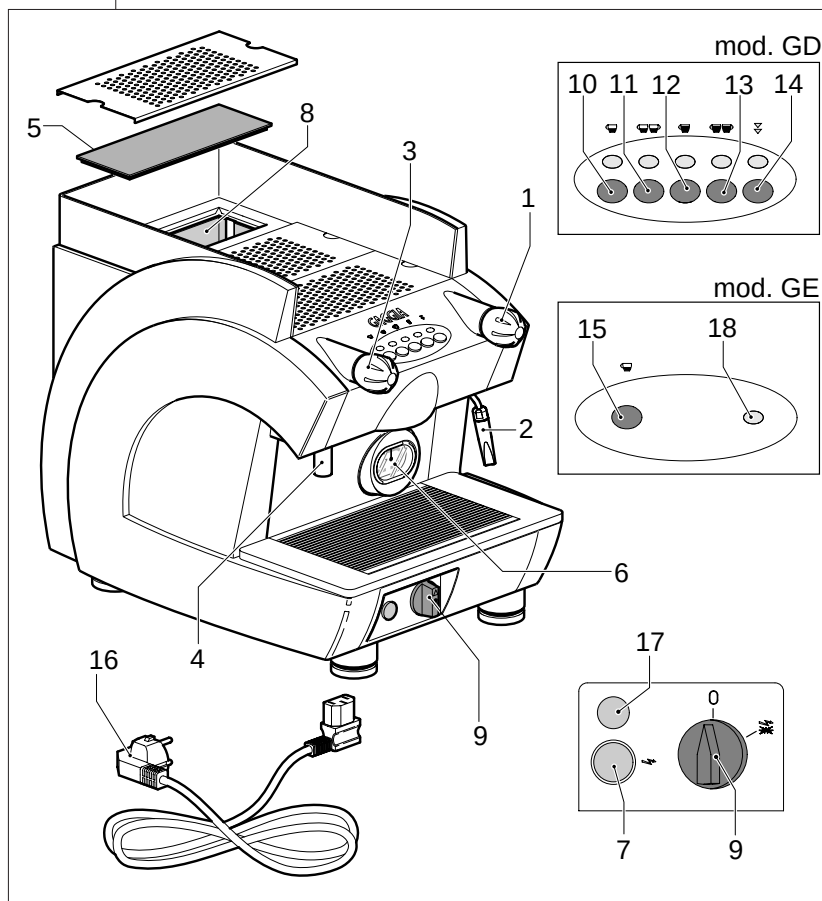

Fig. 6.01
N.B. En cas de manque d'eau, sur les machines GE le voyant relatif va s'allumer (Fig.6.01 - pos.17).
Cette opération, uniquement au cours du premier chargement, peut employer un temps assez long et déterminer l'arrêt de la machine; dans ce cas, éteindre la machine et l'allumer à nouveau en agissant sur l'interrupteur général (Fig. 6.01-pos. 9).
- Ensuite attendre que la machine arrive à la pression de travail de "1,2 - 1,3 BAR" en contrôlant sur le manomètre (Fig. 6.01-pos. 6) la pression de la chaudière.